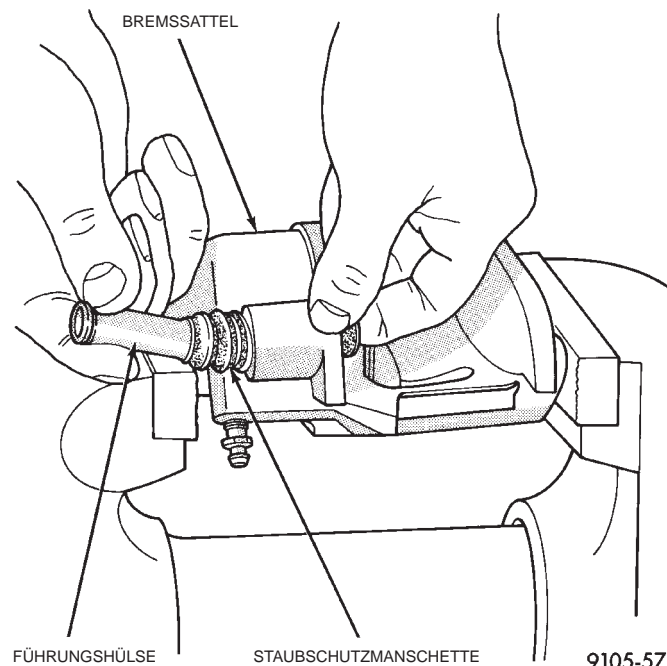

Abb. 77 Entfernen der inneren Staubschutzmanschette
(1) Bremssattel von der Bremsscheibe lösen (siehe Ausbau der Bremsbacken). Bremssattel auf einen sich nicht in der Nähe der Bremsscheibe befindenden Haken hängen.
(2) Innere Buchse herausdrücken und dann mit den Fingern aus dem Inneren der Staubschutzmanschette herausziehen, wie in (Abb. 77) dargestellt.